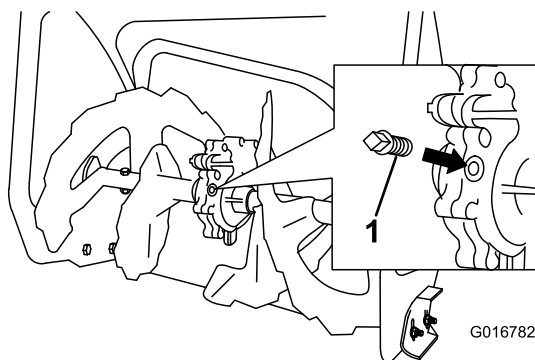

Figure 45
- Nettoyez la surface autour du bouchon de tuyau (Figure 45).